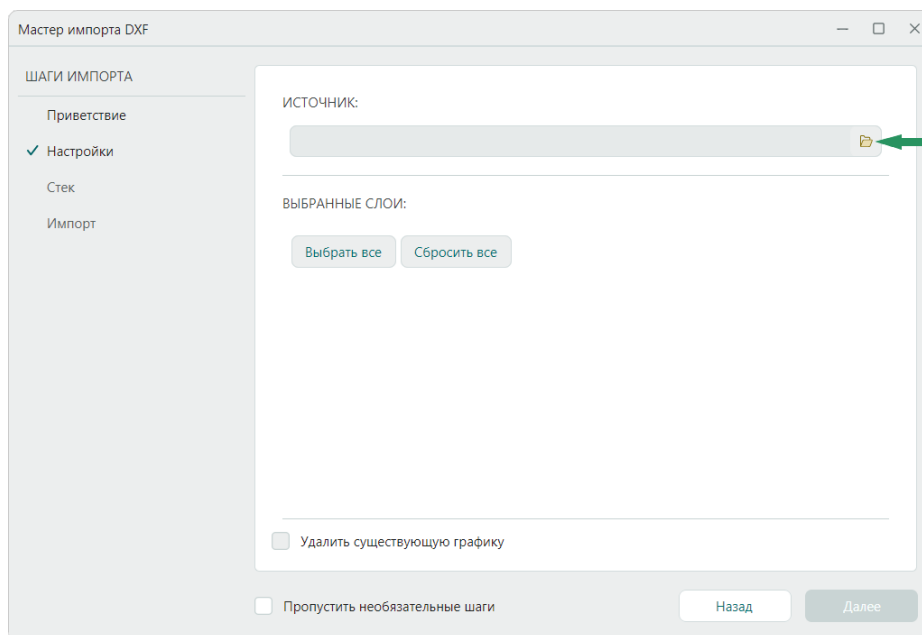

Рис. 76 Выбор файла для импорта .dxf
2. Перейдите к выбору файла для импорта с помощью символа 📁 в поле «Источник», см. Рис. 76.